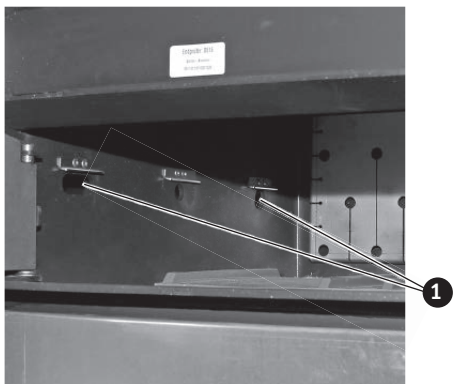

Fig. 64 Einhängbleche aushängen; Primärluft-Öffnungen kontrollieren
- ▶ Einhängebleche im Füllraum beidseitig aushängen und die darunter liegenden Primärluft-Öffnungen kontrollieren und gegebenenfalls freimachen – Fig. 64.